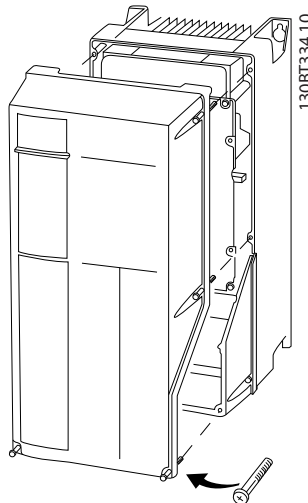

Abbildung 2.10 Zugang zu den Steuerklemmen bei den Gehäusen A4, A5, B1, B2, C1 und C2
- Entfernen Sie alternativ die Frontabdeckung durch Lösen der Befestigungsschrauben. Siehe *Abbildung 2.10*.